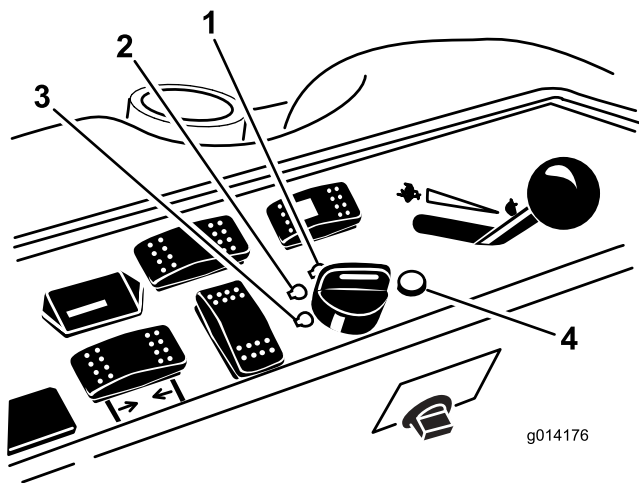

Figura 12
6. Rode a chave da ignição no sentido dos ponteiros do relógio para a posição Run (Figura 12).
3. Rode a chave da ignição para a posição Off (desligar) (Figura 12). Espere até que todas as peças em movimento parem, antes de sair da posição de operação.